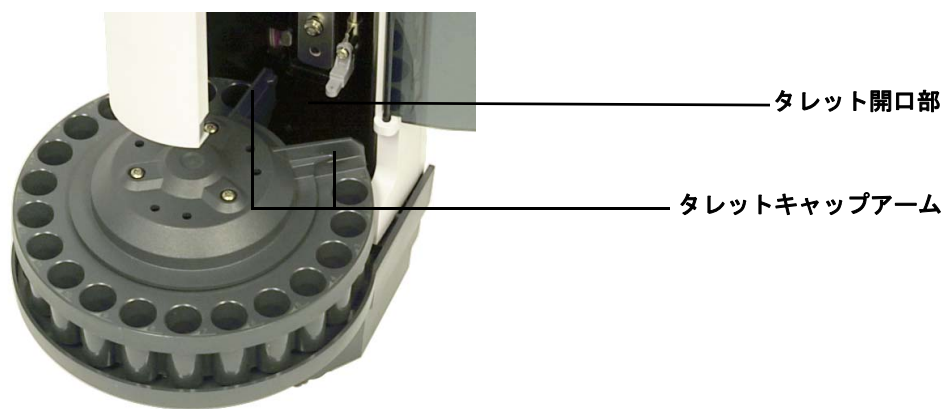

図 95 タレットキャップアームをタレット開口部に合わせる
- 11 タレットキャップを装着し直します。タレットキャップアームをタレット開口部に合わせて、タレットキャップを取り付けます (図 95)。